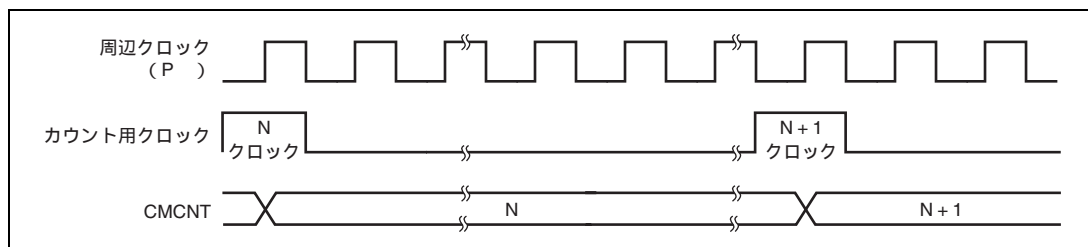

図 15.3 カウントタイミング
周辺クロック (P) を分周して得られた 4 種類のクロック (P /8、P /32、P /128、P /512) のうち 1 つを CMCSR の CKS[1:0] ビットにより選択することができます。図 15.3 にそのタイミングを示します。